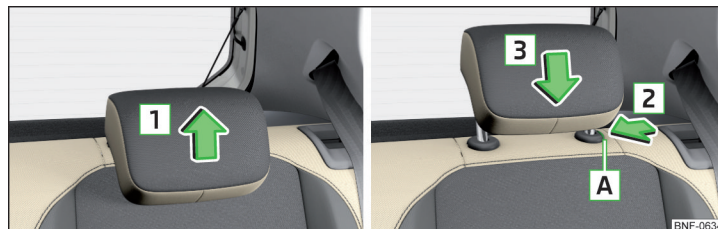

Fig. 51 Reglarea pe înălțime a tetierei spate
- Prindeți tetiera și împingeți-o **în sus** în sensul săgeții **1** » fig. 51.